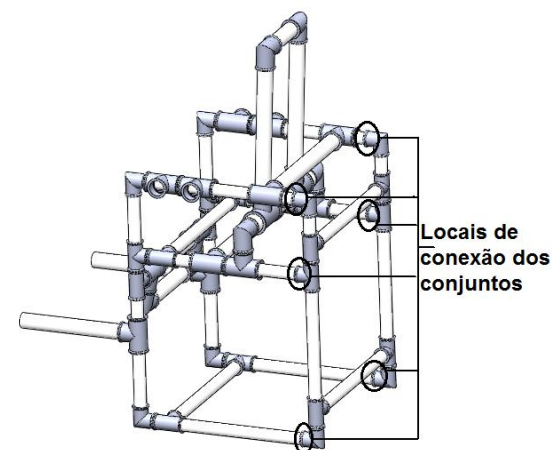

Figura 50. Montagem Final – Passo 23
- Passo 23: Junte o conjunto montado no passo 19 com o conjunto montado no passo 22, como mostrado na figura 50 e 51 (1 unidade);